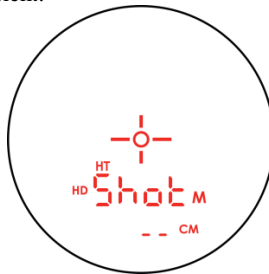

Abbildung 25
1. Drücken Sie kurz  oder , um so lange zu blättern, bis die Hauptanzeige ähnlich wie in Abbildung 25 aussieht.